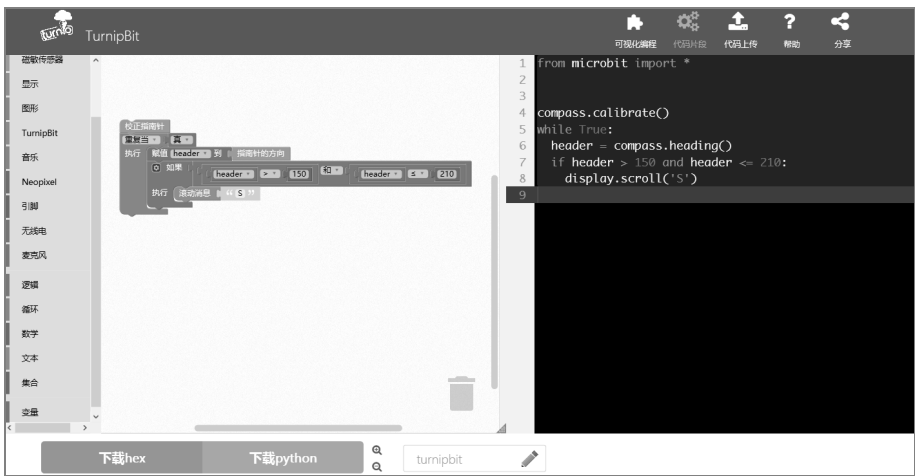

图 8-4 判断方向
③ 读取指南针的方向，将读取值赋给变量 `header`。如果 `header` 的值在 150° 和 210° 之间，则说明当前 LED 屏面对的方向为“南”，我们用“S”表示，如图 8-4 所示。